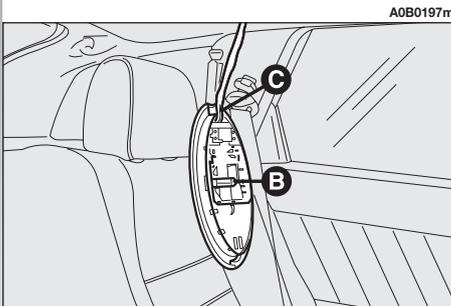

Abb. 57
– Die Glühlampe (**B, Abb. 57**) nach außen ziehen und von den Seitenkontakten befreien.
– Die Deckenleuchte wieder einbauen, zuerst auf der Seite (**C, Abb. 57**) und dann durch Druck auf die andere Seite bis zum hörbaren Einrasten.